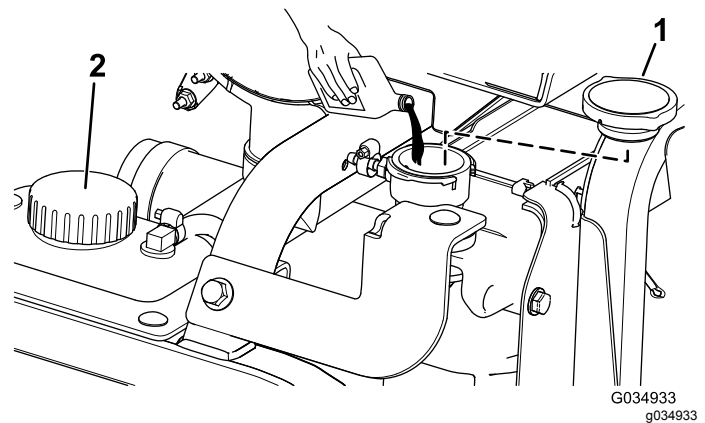

Figura 125
5. Encha o radiador com líquido de refrigeração até ficar nivelado pela porta de enchimento (Figura 125).